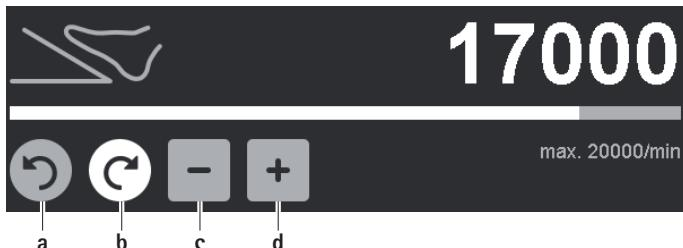

Fig. 6 Ændring af maksimumsgrænse for omdrejningstal/omdrejningsretning
- Ændring af rotationsretning (undtagen ved boremaskine GA844): Tryk på den inaktive, grå rotationsretningsknap højreløb/venstreløb a/b, se Fig. 6.